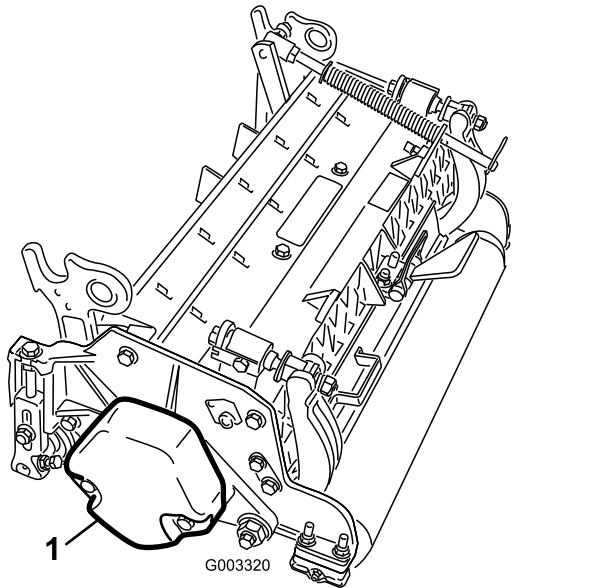

図9
5. カウンタウェイト(図9)を、決められている側に取り付けるカッティングユニットのオペレーターズマニュアルを参照。